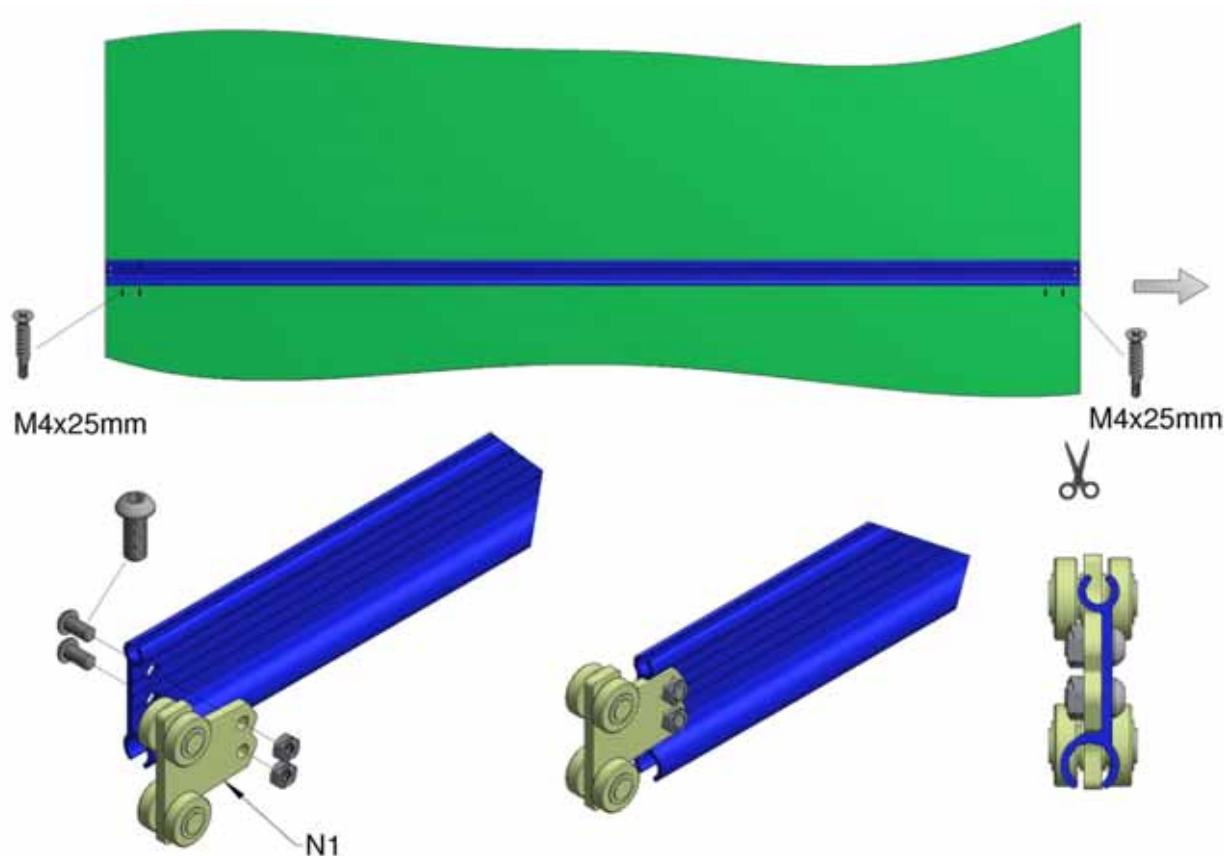

Figure 9 : Fixation du tissu
- Faites glisser le deuxième panneau et la deuxième barre de renforcement sur l'ensemble, alignez le panneau avec l'extrémité de la première barre de renforcement et fixez le tout avec des vis à tête fraisée M4x25. Tendez l'autre extrémité du panneau pour retirer tous les plis puis fixez-la avec des vis M4x25, comme indiqué en Figure 9. Répétez ces étapes avec la prochaine barre de renforcement et découpez le panneau selon la longueur requise.
- Attachez un trolley (N1) à chaque extrémité de la barre de renforcement à l'aide de vis à tête ronde M8x16 et d'écrous. Assurez-vous que les trolleys sont positionnés comme indiqué en Figure 9.